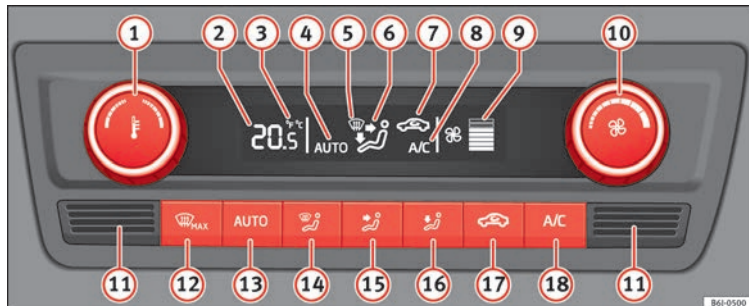

Fig. 155 Climatronic: elementos de manejo.
- A/C (18) »» fig. 155 encendido.
Cuando pulse una tecla se activará la función correspondiente, poniendo en marcha el climatizador si estuviera desconectado, excepto con la tecla (17) »» fig. 155 (recirculación).
- Gire el mando (10) hacia la izquierda hasta que se apaguen los segmentos de la columna (9) »» fig. 155.
- Pulse la tecla **AUTO** **13** » » fig. 155.
Mantenga pulsadas simultáneamente durante **2 segundos** las teclas **AUTO** y **A/C** » » fig. 155. En la pantalla aparecen los datos en unidades deseadas.
- En la parte inferior se encuentra el sensor de la temperatura interior **11** » » fig. 155. No lo cubra con adhesivos ni de otra forma, ya que podría influir negativamente sobre el funcionamiento del Climatronic.
- Pulse la tecla **AUTO** **13** » » fig. 155, en la pantalla aparece **AUTO**.
- Al conectar el encendido puede utilizar el mando **1** » » fig. 155 para ajustar la temperatura interior deseada.
- Pulse la tecla **17** » » fig. 155, en la pantalla aparece el símbolo .
- Pulse la tecla **17** » » fig. 155, en la pantalla desaparece el símbolo .
- Gire el mando  **fig. 155** hacia la izquierda (bajar la velocidad) o hacia la derecha (subir la velocidad).
- Pulse la tecla   **fig. 155**.
- Pulse varias veces la tecla   **fig. 155**, o pulse la tecla .